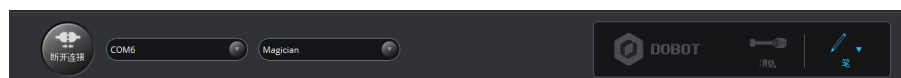

图 5.35 选择笔
**步骤 4** 在DobotStudio界面选择“笔”。如图 5.35所示。